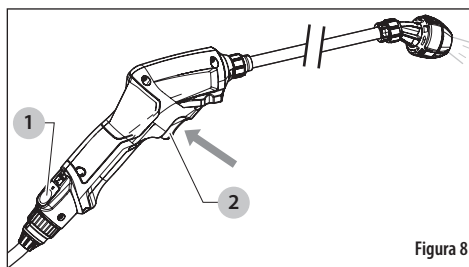

Figura 8
1. Presione el botón de encendido (1) para encender el atomizador. Se enciende la luz sobre el botón de encendido. Vea la *Figura 8*
2. Apunte el atomizador eléctrico con varilla en la dirección deseada de rociado y apriete el gatillo (2).
3. Para apagar el atomizador eléctrico con varilla, presione el botón de encendido (1). Se apaga la luz sobre el botón de encendido.